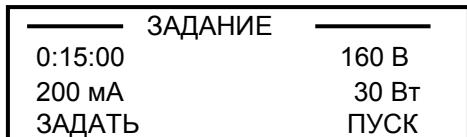

Рис. 3.
2. Средняя – «**ПРОДОЛЖИТЬ**». При нажатии на выход подаётся напряжение, при этом таймер продолжает прерванный отсчет времени. При обнулённом таймере, что происходит после полного завершения предыдущего процесса (т.е. источник отключил выход сам после истечения заданного промежутка времени), эта кнопка не подписана и не производит никакого действия (рис. 3).